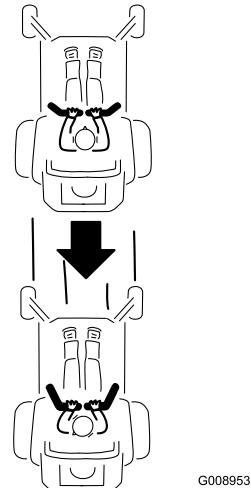

Figure 19
- Pour faire marche arrière, vérifiez que la voie est libre derrière la machine et sur sa trajectoire tout en tirant lentement les leviers de commande de déplacement en arrière (Figure 19).
Pour vous déplacer en ligne droite, appliquez une pression égale sur les deux leviers de déplacement (Figure 19).